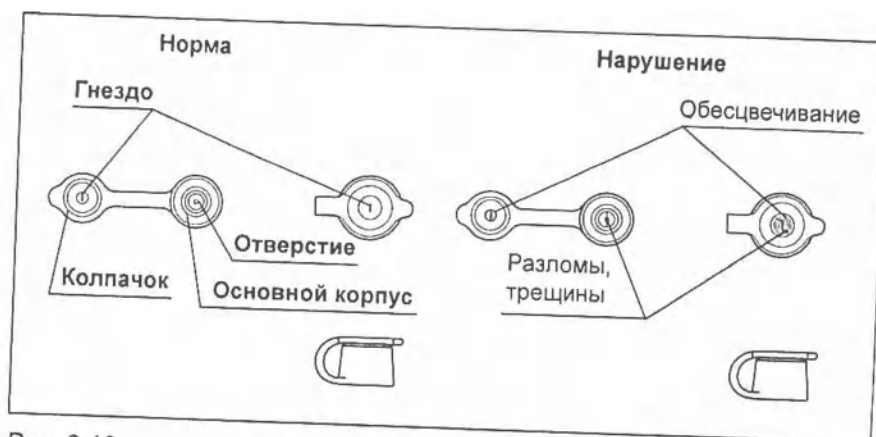

Рис. 3.10
1. Убедитесь в том, что гнездо и отверстие на клапане для биопсии не имеют разломов, трещин, деформаций, обесцвечивания либо других повреждений (см. Рис. 3.10).